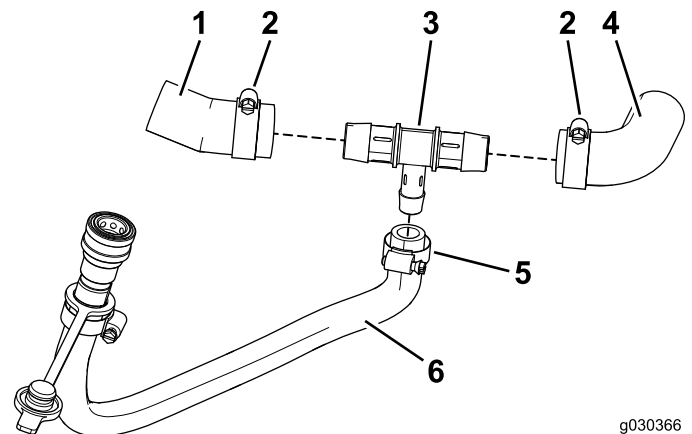

Figura 36
4. Disponga las mitades izquierda y derecha de la manguera sobre el acoplamiento en T (Figura 36).
5. Utilice las abrazaderas de la manguera grande para fijar la manguera al acoplamiento en T (Figura 36).